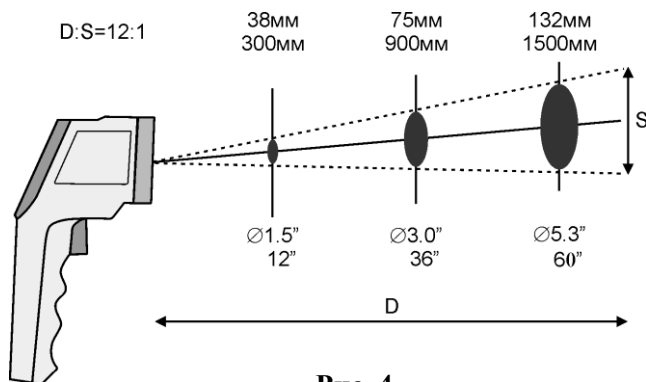

Рис. 4
2. С увеличением расстояния до объекта увеличивается и размер пятна измеряемой области. Отношение расстояния к размеру пятна измерения составляет 10:1 (см. рис.4).